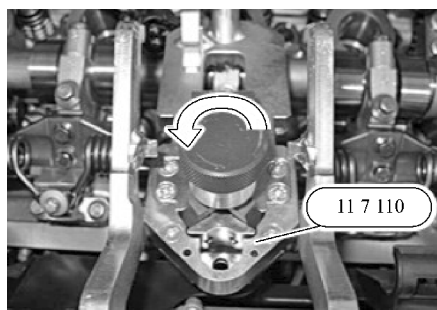

图 14-18 松开节气门复位弹簧
8) 如图 14-18 所示，用滚花螺钉松开节气门复位弹簧，将专用工具从节气门复位弹簧上松开并取下。